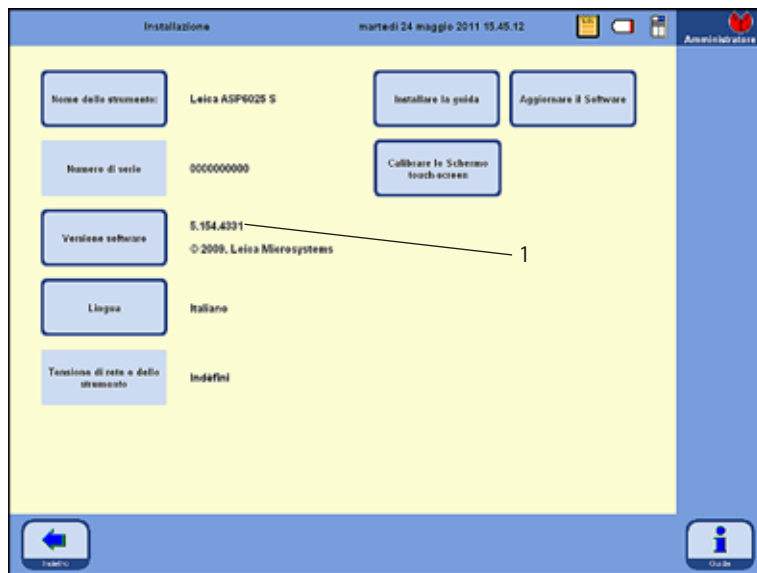

Fig. 72
Il numero di serie dello strumento e la versione corrente del software vengono implementati in fabbrica e non possono essere cambiati. I dati della fig. 72 sono forniti solo a titolo di esempio. La versione di software installata sullo strumento è identificabile come evidenziato nella fig. 72, pos. 1.